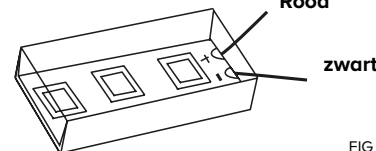

FIG 2.
2. **⚠ Let op de polariteit**, de contacten met de puntjes van de connector moeten contact maken met de koperen baan van de ledstrip (zie fig 2).